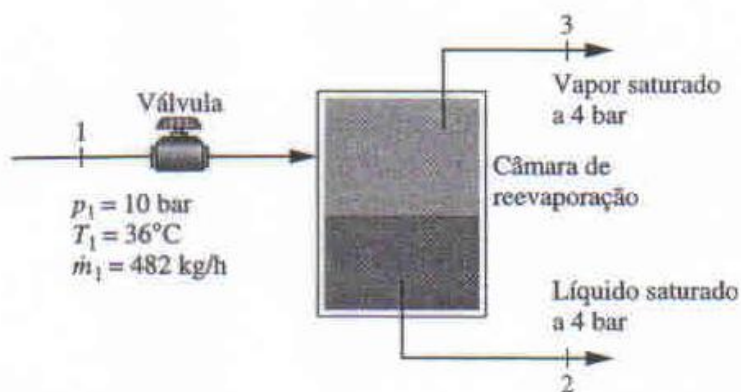

Figura P5.63
- 5.63 Refrigerante 134a entra em uma câmara de reevaporação mostrada na Fig. P5.63 operando em estado estacionário, a 10 bar, 36°C, com uma vazão mássica de 482 kg/h. Líquido saturado e vapor saturado saem como correntes separadas, cada uma a 4 bar. A transferência de calor para a vizinhança e os efeitos de energia cinética e potencial podem ser desprezados. Determine as vazões mássicas das correntes de saída, em kg/h.